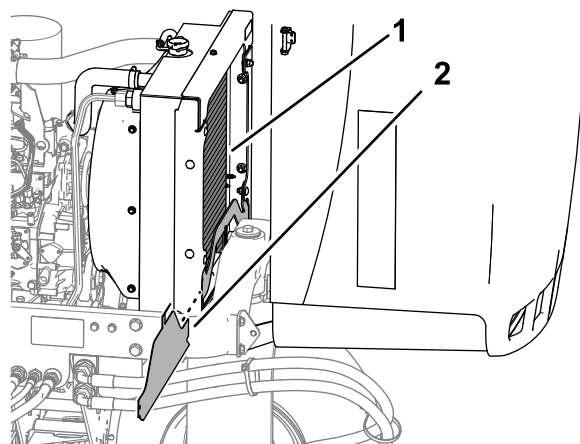

Figura 72
5. Limpie a fondo ambos lados del radiador con agua o aire comprimido (Figura 72).
4. Retire el protector inferior del radiador (Figura 72).